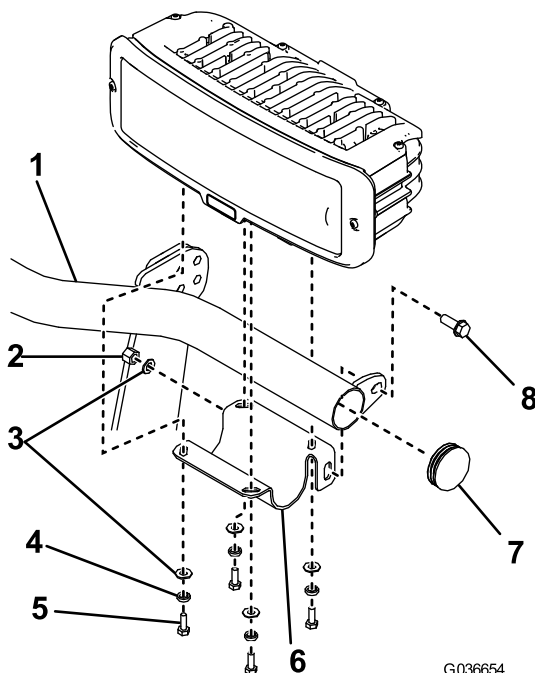

Figura 12
2. Asegúrese de que los tapones están instalados en los extremos de la barra de las luces (Figura 12).
3. Sujete el soporte del faro izquierdo a la barra de las luces con un perno con arandela prensada ($\frac{3}{8}$ " x 1"), una arandela plana y una contratuerca de nylon (Figura 12).
4. Sujete el faro izquierdo al soporte de los faros usando 4 pernos ($\frac{1}{4}$ " x $\frac{3}{4}$ "), arandelas de freno partidas y arandelas planas (Figura 12).